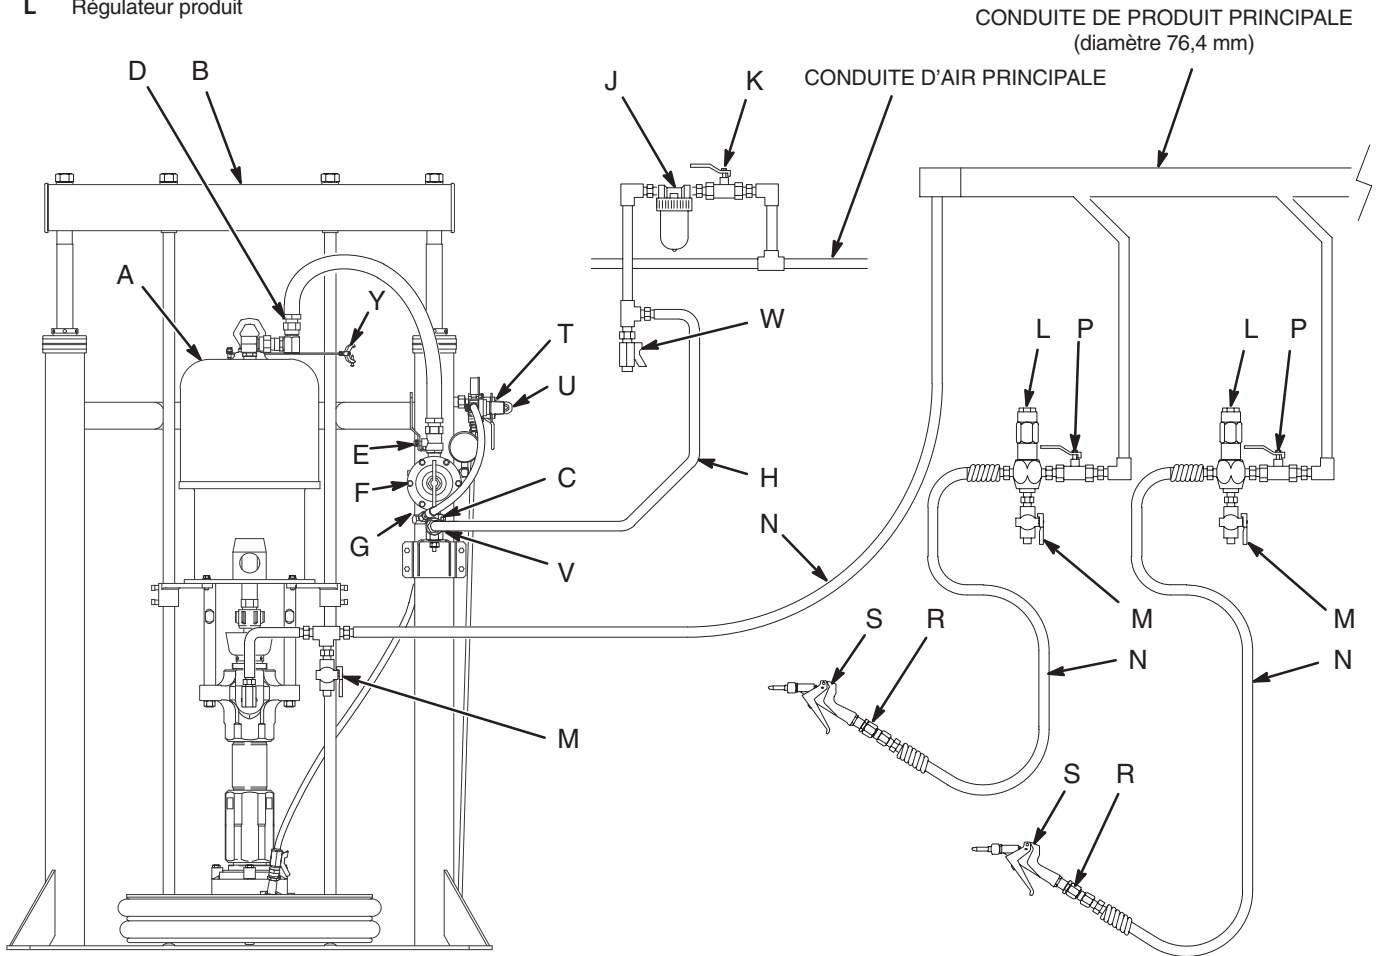
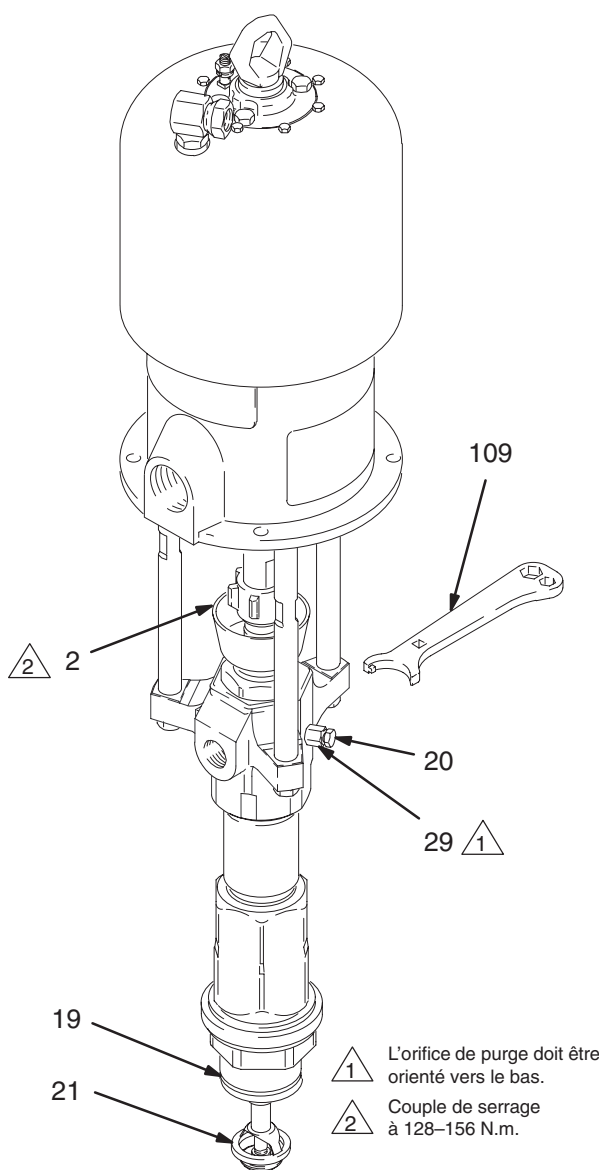

Fig. 3
Fig. 5
Les installations type représentées aux Fig. 3 et 4 ne sont que de simples guides pour la sélection et l'installation des composants et accessoires du système. Contactez votre distributeur Graco pour toute assistance dans la conception d'un système répondant à vos besoins particuliers.
Monter la pompe (A) en fonction du type d'installation envisagé. La Fig. 3 de la page 8 représente une pompe montée sur "Ram" pneumatique dans un système à plusieurs pistolets. Les dimensions de la pompe et le schéma de perçage des trous de montage sont représentés en page 49.
Installer les accessoires suivants en respectant l'ordre indiqué dans la Fig. 3 et en utilisant des adaptateurs si nécessaire:
Installer les accessoires suivants dans les positions indiquées aux Fig. 3 et 4 en utilisant des adaptateurs si nécessaire:
- Monter **une vanne d'arrêt produit (P)** sur chaque départ de pistolet/vanne afin d'isoler ces derniers et les accessoires de ligne produit pour les opérations d'entretien.
- Monter **une vanne de purge produit (M)** à proximité de la sortie produit de la pompe et sur chaque poste de pistolet/vanne. Les vannes de purge sont nécessaires dans le système pour relâcher la pression produit dans le bas de pompe, le flexible et le pistolet/vanne (voir la **MISE EN GARDE** ci-après). Les vannes de purge sur les postes de pistolet/vanne peuvent être montés sur le corps d'un **régulateur produit (L)** en utilisant un adaptateur.
- **Un régulateur produit (L)** permet de régler la pression produit du pistolet/de la vanne et atténue les à-coups de pression.
- **Un pistolet ou une vanne de distribution (S)** délivre du produit. Le pistolet représenté dans la Fig. 3 est un pistolet de distribution haute pression pour les produits très visqueux.
- **Un raccord tournant du pistolet/de la vanne (R)** facilite les mouvements du pistolet.
Avant de démarrer, remplir l'écrou de presse-étoupe (2) au tiers avec du lubrifiant Graco (TSL) ou un solvant compatible. Voir Fig. 5.
2. Voir la Fig. 3. Fermer le régulateur d'air (F).
4. Maintenir fermement une partie métallique du pistolet/de la vanne (S) sur le côté d'un seau métallique relié à la terre et maintenir la pression sur la gâchette.
8. Si l'on ne parvient pas à amorcer la pompe correctement, ouvrir le bouchon de la vanne de purge (20) doucement. Utiliser le trou en dessous du corps de la vanne (29) comme vanne d'amorçage jusqu'à ce que le produit arrive jusqu'au trou. Voir Fig. 5. Visser le bouchon.
- REMARQUE:** Pour remplacer le réservoir produit alors que le flexible et le pistolet ou la vanne sont déjà amorcés, dévisser le bouchon de la vanne de purge (20) afin de faciliter l'amorçage de la pompe et purger l'air avant qu'il n'entre dans le flexible. Revisser le bouchon après évacuation totale de l'air.
10. Utiliser le régulateur d'air (F) pour régler la cadence de la pompe et la pression produit. Toujours utiliser la pression d'air la plus faible nécessaire pour obtenir les résultats désirés. Une pression supérieure risque de provoquer une usure prématurée de la buse et de la pompe.